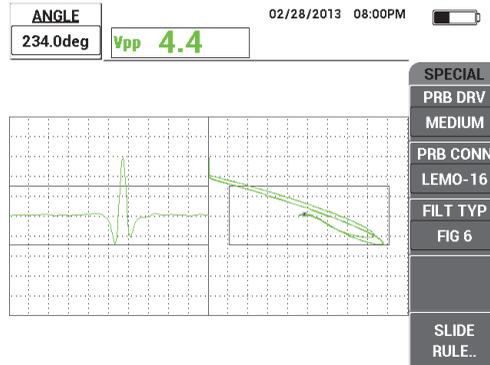

Figura 5-65 Ajuste del ángulo de señal
6. Pulse la tecla **ANGLE** () y, después, ajuste el ángulo de despegue (desplazamiento de la sonda), para que sea lo más horizontal posible y la señal, que proviene de la perforación, se oriente hacia arriba. Vea la Figura 5-65 en la página 192.